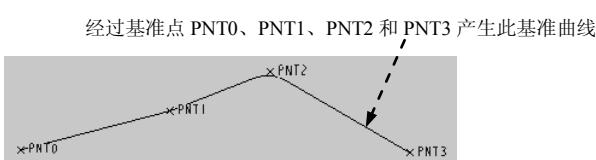

图 5.19.35 经过点基准曲线的创建
可以通过空间中的一系列点创建基准曲线，经过的点可以是基准点、模型的顶点以及曲线的端点。如图 5.19.35 所示，现需要经过基准点 PNT0、PNT1、PNT2 和 PNT3 创建一条基准曲线，操作步骤如下。
(2) 选取图 5.19.35 中的基准点 PNT0、PNT1 和 PNT2。
(3) 在系统 输入折弯半径 的提示下, 输入折弯半径值 3.0, 并按 Enter 键。
(4) 选取图 5.19.35 中的基准点 PNT3, 选择 命令。